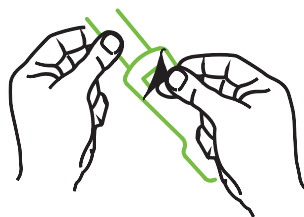

Figura 12-10 Removendo o revestimento de proteção do sensor
- 2 Remova e descarte o revestimento de proteção do sensor (figura 12-10).